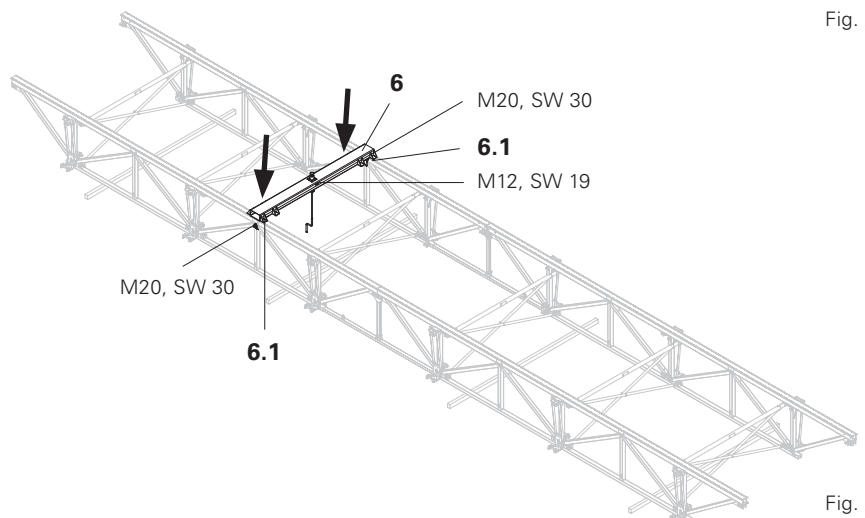

Fig. A2.13
3. Placez la traverse de levage (6) sur le support (6.1) et les membrures supérieures. Fixez-la en position à l'aide de deux boulons et écrous hexagonaux M20 (SW 30) de chaque côté. (Fig. A2.13)